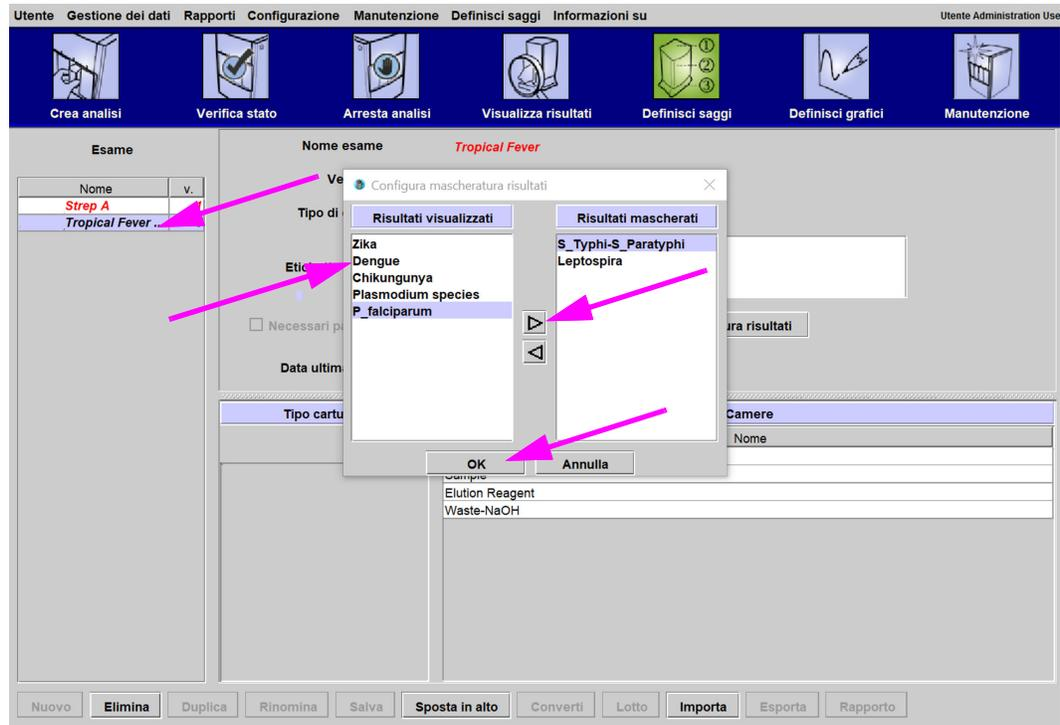

Figura 5-28. Schermata Definisci saggi con la sovrapposizione Configura mascheratura risultati.
Viene visualizzata la schermata Definisci saggi (Define Assays), come mostrato nella figura 5-28.
3. Fare clic su **Configura mascheratura risultati (Configure Results Masking)** (vedere la Figura 5-28).
4. Viene visualizzata la sovrapposizione Configura mascheratura risultati (Configure Results Masking), come mostrato nella figura 5-28. La sovrapposizione Configura mascheratura risultati (Configure Results Masking) comprende due colonne: Risultati mostrati (Displayed Results) e Risultati mascherati (Masked Results). Tutti i risultati della colonna Risultati mostrati (Displayed Results) verranno mostrati nei risultati finali del test. I risultati nella colonna per quelli mascherati (Masked) non verranno mostrati nel risultato finale del test.